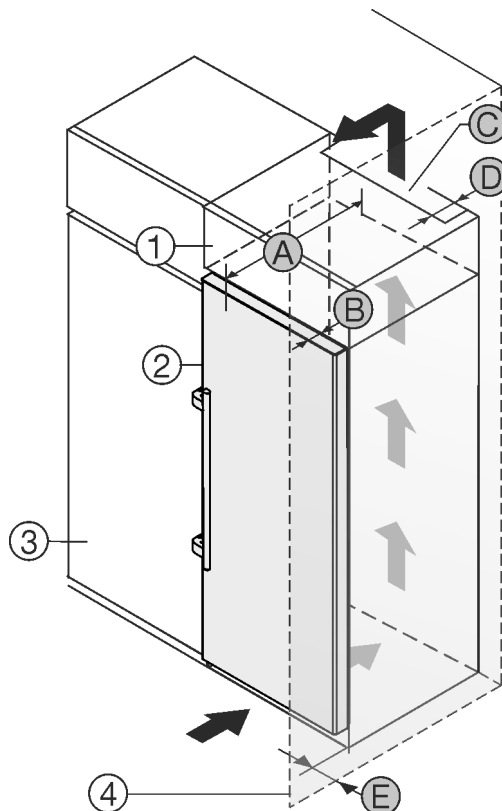

Fig. 1
Prietaisą galite statyti iš karto šalia virtuvės spintelės Fig. 1 (3).
Galinėje uždedamos spintelės pusėje turi likti tarpas ventiliacijai, kurio gylis Fig. 1 (D) būtų per visą uždedamos spintelės plotį.
Po patalpos lubomis turi būti laikomasi vėdinimo angos skerspjūvio Fig. 1 (C).
Jei prietaisas su lankstais statomas greta sienos Fig. 1 (4), mažiausias atstumas tarp prietaiso ir sienos turi būti 57 mm. Tai atitinka rankenų išsikišimą esant atvertoms durims.
Kad durys atsidarytų iki galo, palyginti su šaldytuvo priekiu, prietaisas turi išsikišti bent per savo durų gylį Fig. 1 (B). Priklausomai nuo virtuvės spintelėlių Fig. 1 (3) gylio ir atstumo iki sienos nustatančių detalių naudojimo, prietaisas gali išsikišti daugiau.